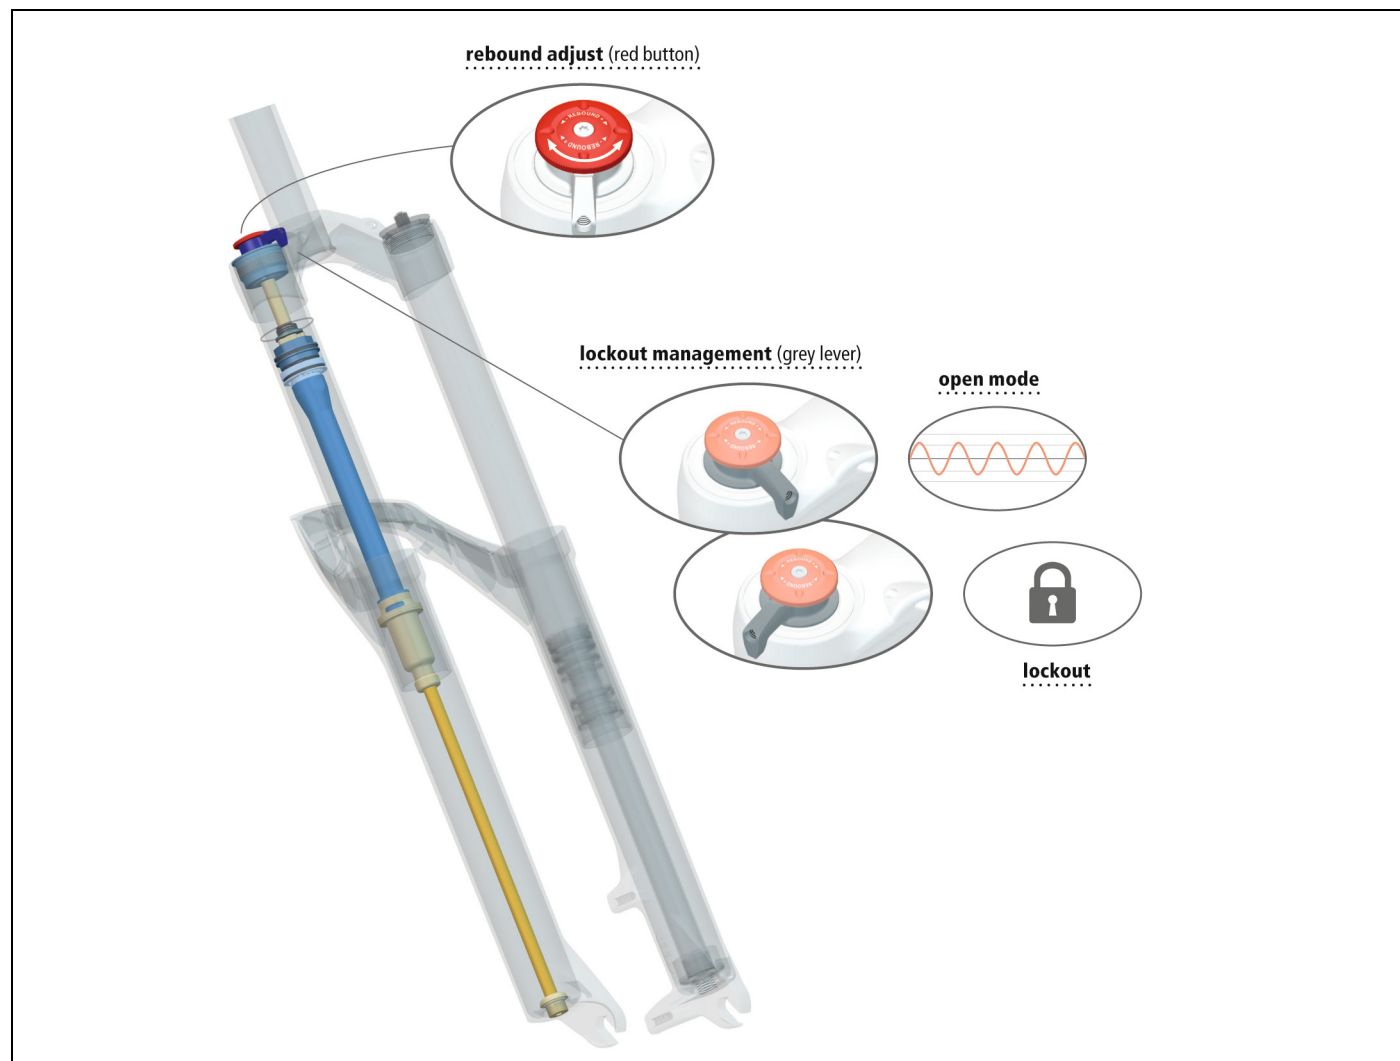

Abbildung 4-1: Single Shot Dämpfung
- Hebel (siehe Abb.4-1, S.23) in Pos. 1 drehen oder
Zum Einstellen der Zugstufe rotes Verstellrad (Abb.4-1, S.23) auf dem rechten Gabelholm drehen.